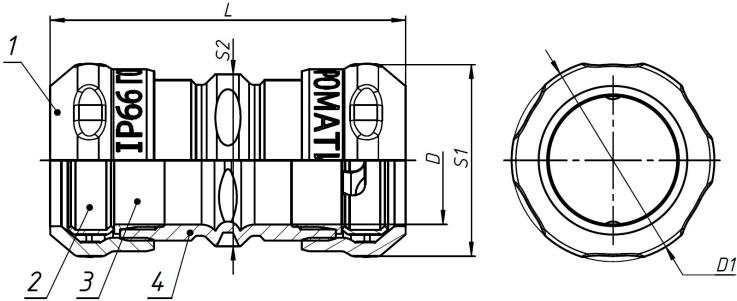

Рисунок 1 - Муфта соединительная IP66 ГОФРОМАТИК
Муфта соединительная IP66 ГОФРОМАТИК состоит из: корпуса (4) - 1 шт., кольца стопорного цангового (2) - 2шт., кольца уплотнительного (3) - 2шт., гайки накидной (1) - 2шт. (см. рисунок 1).